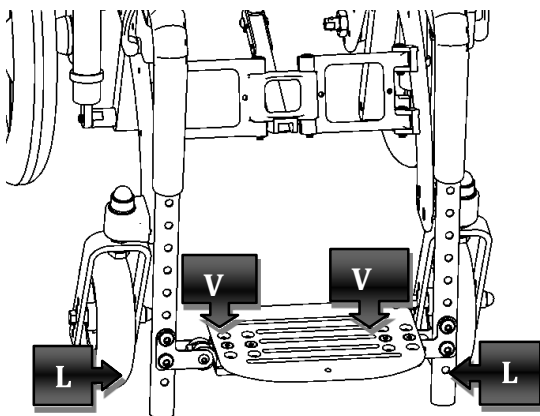

Abbildung 18
Verfügt der Rollstuhl über eine Fußplatte, ändern sich die Einstellungen nicht, daher sind die gleichen Einstellungen wie bei der getrennten Fußplatte möglich. Die vier Schrauben (V) ausrichten, um den Winkel und die Höhe der Heber einzustellen; die vier Schrauben (L) ausrichten, um, wie in Abbildung 18 dargestellt, die Höhe einzustellen.